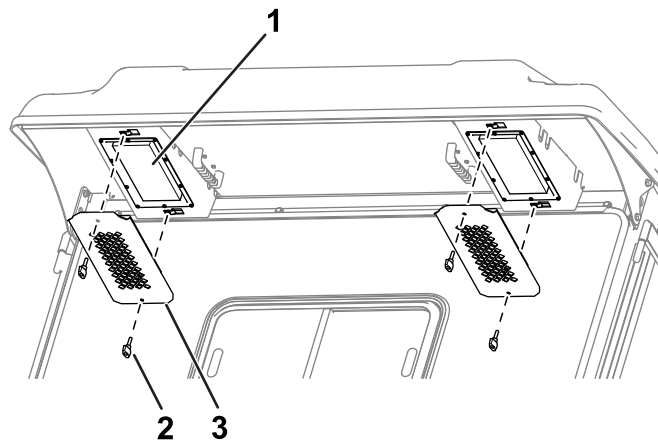

Figura 118
1. Togliete manopole e grate dalla sporgenza posteriore della cabina (Figura 118).
4. Utilizzate le manopole e le grate per montare i filtri sulla cabina (Figura 118).